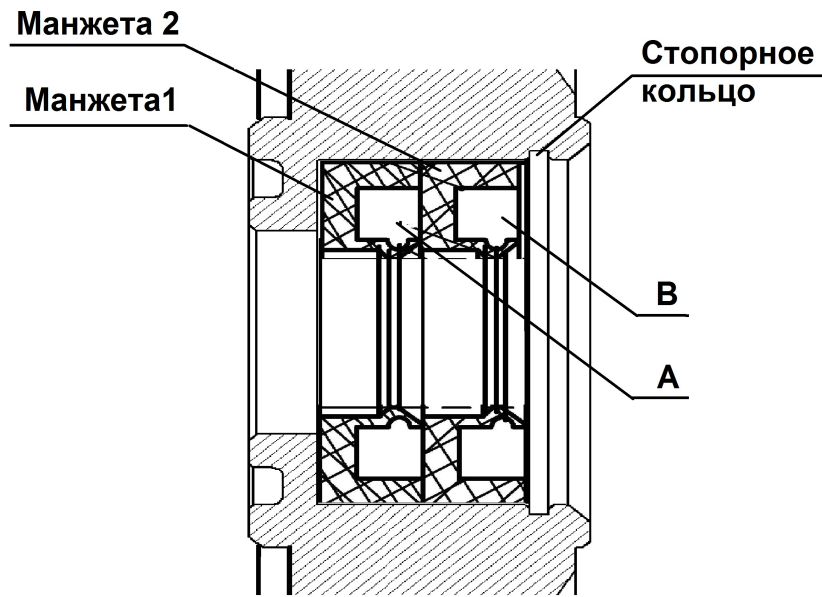

Рис.34 Схема установки манжет.
- со стороны камеры снять кольцо стопорное и снять 2 манжеты (см. рис.34);